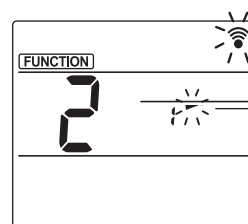

Fig. 3
- Impostazione dell'angolazione deflettore (Fig. 3)